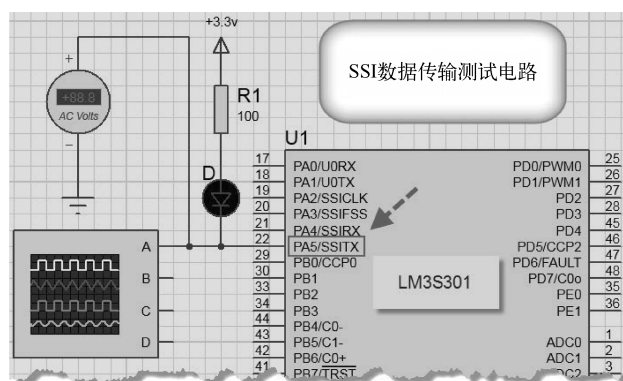

图 9-13 SSI 数据传输程序测试电路
- 6) 搭建 SSI 数据传输程序测试电路，如图 9-13 所示。